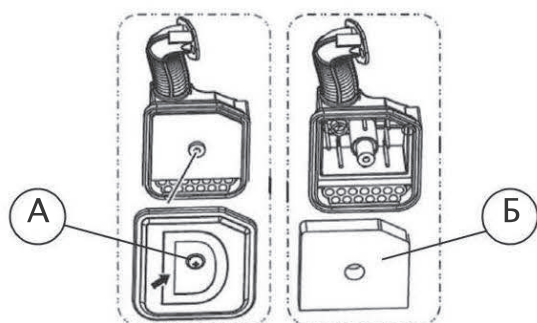

Рисунок 4-5. Воздушный фильтр в сборе
2. Отвинтите болт (А) и снимите крышку воздушного фильтра. Смотрите рисунок 4-5.